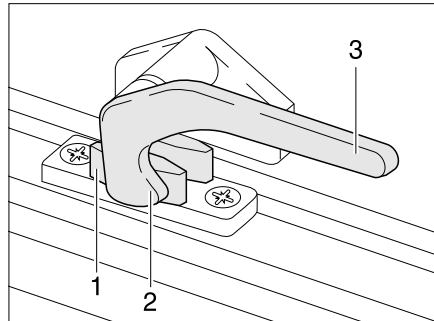
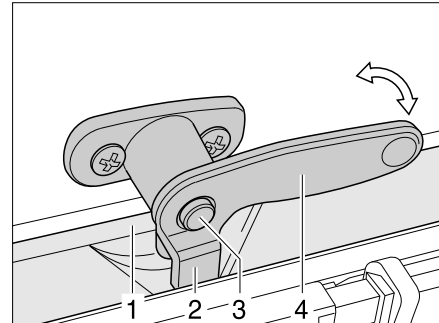

Bild 67 Verriegelungshebel in Stellung "geschlossen"
Bild 68 Verriegelungshebel mit Sicherungsknopf in Stellung "geschlossen"
- Falls vorhanden, den Sicherungsknopf (Bild 68,3) drücken und gedrückt halten.
- Den Verriegelungshebel (Bild 67,3 bzw. Bild 68,4) eine viertel Umdrehung zur Fenstermitte hin drehen.
- Den Verriegelungshebel (Bild 67,3 bzw. Bild 68,4) eine viertel Umdrehung zum Fensterrahmen hin drehen. Die Verriegelungsnase (Bild 67,2 bzw. Bild 68,2) liegt auf der Innenseite der Fensterverriegelung (Bild 67,1 bzw. Bild 68,1).
- in Stellung "fest verschlossen" (Bild 67)